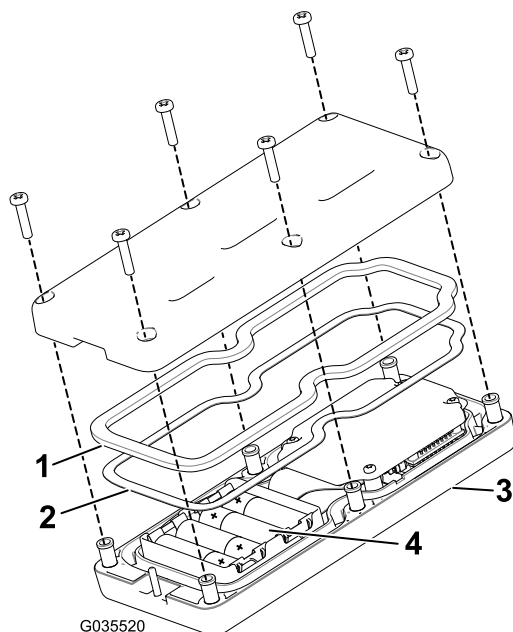

图31
3. 从遥控器后面卸下 6 个螺钉然后取下后盖 图31。
5. 将四节新电池逐一放入电池端子仓位注意按照正确的电池极性放置。如果放置不正确遥控器不会发生损坏但遥控器无法操作。电池端子仓位分别带有正负极标志 图31。
6. 如果您意外拆掉了橡胶密封件和钢垫片请小心将它们放回手持遥控器的槽内 图31。
7. 放回后盖并用先前卸下的 6 个螺丝固定 图31 上紧螺丝扭矩至 1.51.7N m。